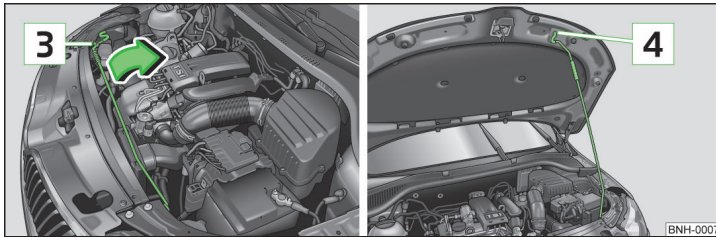

Abb. 122 Motorraumklappe sichern
- › Die Klappenstütze aus der Halterung **3** in Pfeilrichtung nehmen » Abb. 122 und die geöffnete Klappe sichern, indem das Ende der Klappenstütze in die Öffnung **4** gesetzt wird.